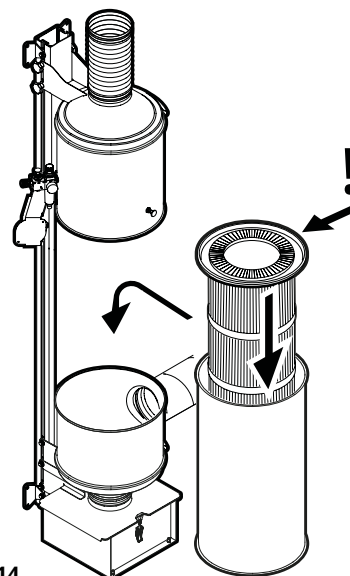

Fig. 14
9. Vänd tillbaka filterhuset, ställ ner på en plan yta, och sätt i ett nytt Patronfilter CFS 149W3 (**Fig. 14**).